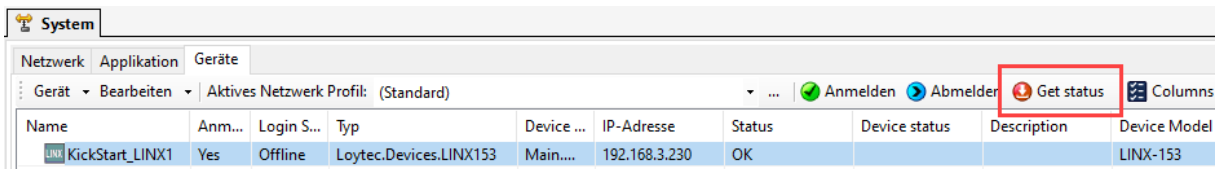

Abbildung 54: Test der Verbindung zur Gerätesressource.
23. Klicken Sie zum Testen auf die Schaltfläche **Get Status** (siehe Abbildung 54). In der Spalte **Status** sollte nun **OK** angezeigt werden.